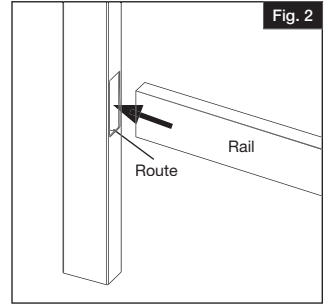

Fig. 2
- b. Insert bottom rails into upright routes (Fig. 2).
- b. Insérer la traverse inférieure dans les rainures des montants (Fig. 2).